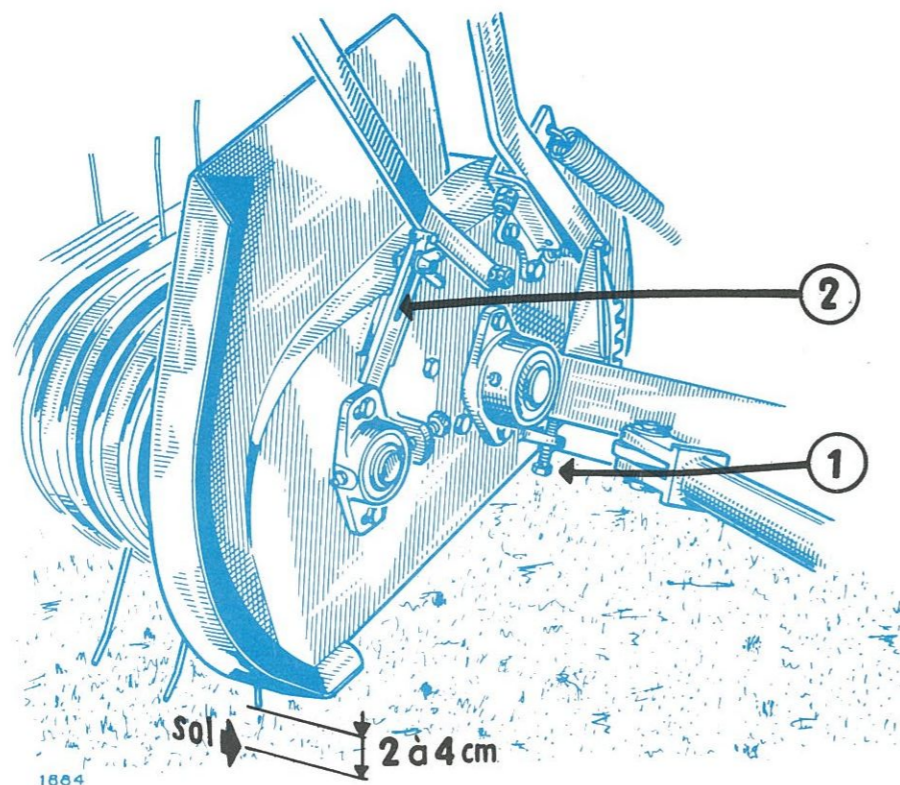

FIG. 21
1. HAUTEUR DU RAMASSEUR (fig. 21)
2. RAMPE DE TABLIER (fig. 21)